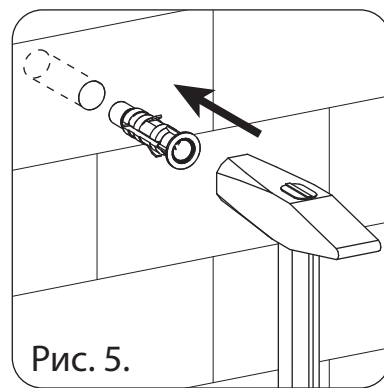

Рис. 5.
3. Сдвинув петлю, полностью освободите составный части (см. рис. 5).
2. Вращением регулировочного колеса 2, расположенного ближе к центру ящика, отрегулируйте ящик в горизонтальном направлении (см. рис. 5).
1. Вращением регулировочного колеса 1, отрегулируйте ящик в вертикальном направлении (см. рис. 5).